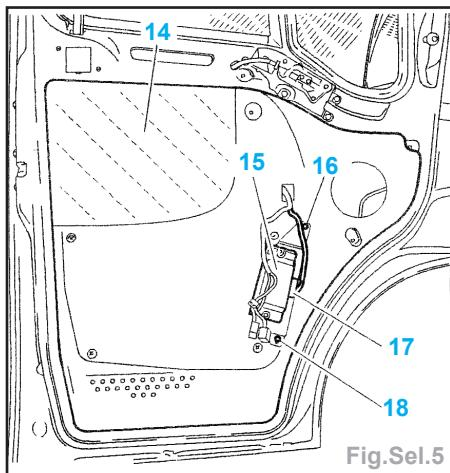
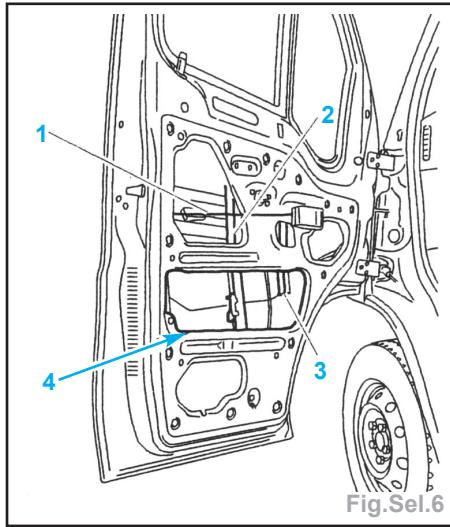

Fig.Sel.5
Fig.Sel.6
- les vis (10),
- la commande intérieure d'ouverture (11),
- déclipper en (9).
- déposer la poignée intérieure (7),
- déconnecter le connecteur (17) (Fig. Sel.5).
- la centrale du détecteur de déplacement (15),
- le panneau de porte (14)
- déposer les feuilles d'étanchéité (19).
- Déposer (Fig.Sel.6) :
- la tringle (1) de liaison serrure poignée intérieure,
- Déposer le joint guide-vitre (3) et déposer la vitre mobile par l'ajour (4) (Fig.Sel.6).